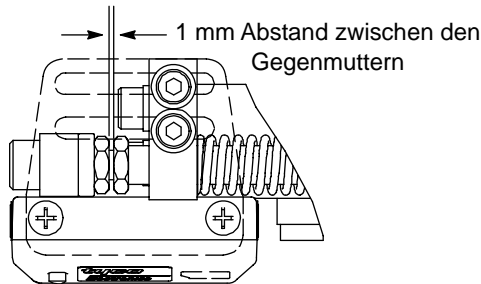

Abb. 5
9. Positionieren Sie die zweite Gegenmutter auf der Innensechskantschraube und lassen Sie dabei einen Abstand von 1 mm zwischen beiden Gegenmuttern. Siehe Abbildung 5.